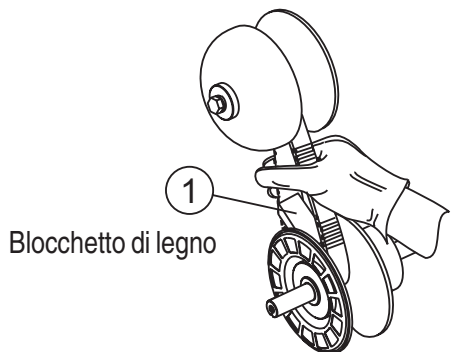

Figura 18. Manutenzione dell'apertura della puleggia inferiore
3. **Inserire** il blocchetto di 1,9 x 2,54 x 9,52 cm (3/4 x 1 x 3-1/4 pollici) tra il piatto mobile e il piatto fisso della puleggia inferiore (vedi figura 18). Questo blocchetto serve a tenere aperti i due piatti della puleggia inferiore durante l'installazione della nuova cinghia di trasmissione.